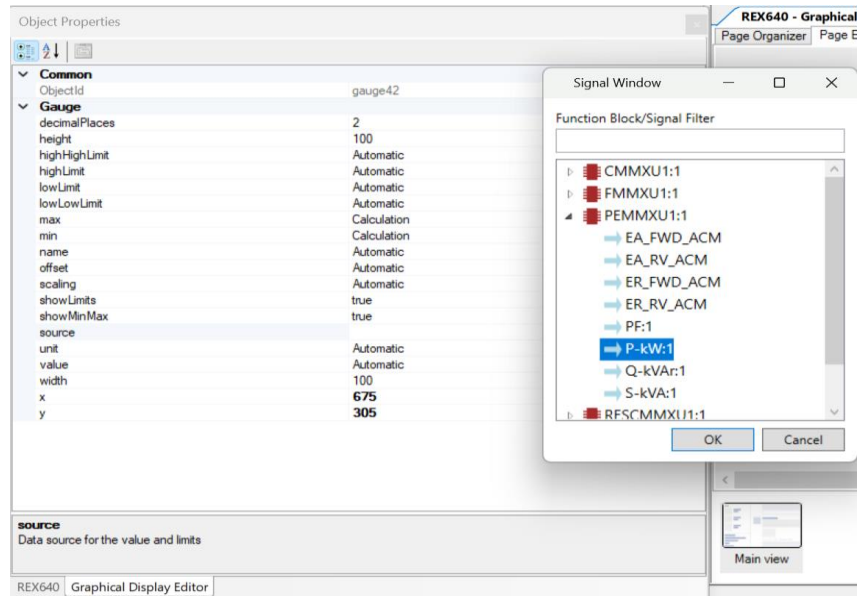

Imagen 163_Selección de medición de potencia de Page Editor.
3.25 Seleccionando la opción de “ $P-kW:l$ ” como se observa en la **Imagen 163**.